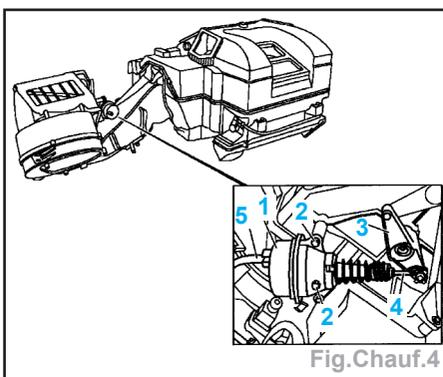

Fig.Chauf.4
- Retirer la conduite à dépression (5). (Fig.Chauf.4).
- Desserrer les vis (2).
- Détacher la tige (4) du levier pour le clapet d'air frais/air circulant.
- Déposer l'élément de dépression (1).